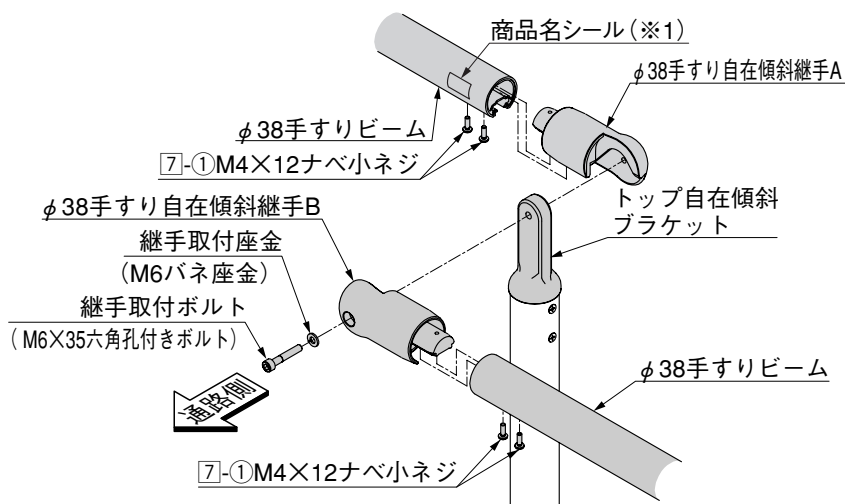

図1-5
- 図1-5を参照して「継手取付ボルト」で ϕ 38手すり自在傾斜継手A及び ϕ 38手すり自在傾斜継手Bを仮止めして、各継手に ϕ 38手すりビームを7-1で取付けてください。
- ϕ 38手すりビームの商品名シール(※1)を通路側に向けて取付けてください。(図1-5参照)